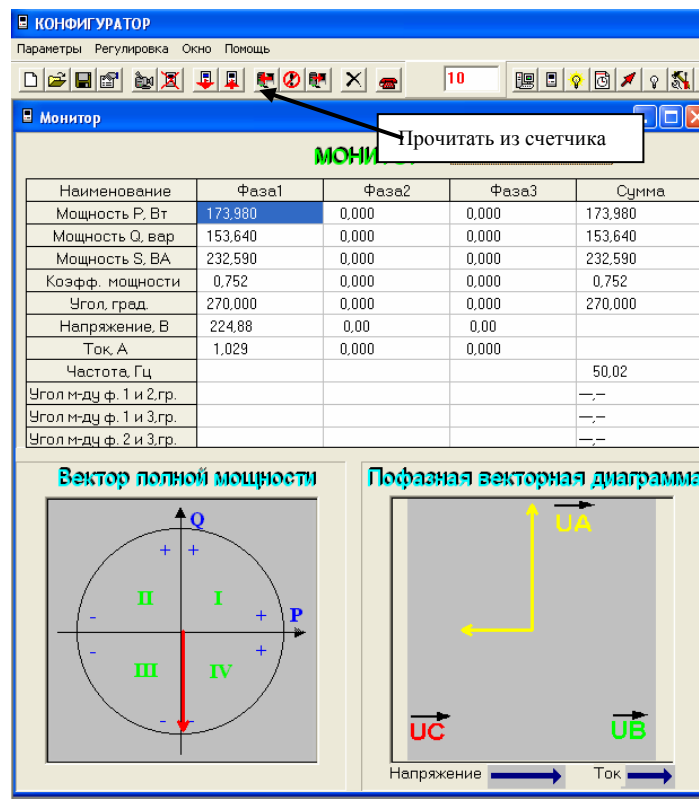

Рис.15
1. выбрать пункт меню «**Монитор**». При этом на экране монитора ПК появится окно «**Монитор**» (рис.15), в котором, в случае успешного обмена, будут отображены вспомогательные параметры и векторная диаграмма трехфазной сети (вектора полной мощности, тока и напряжения);